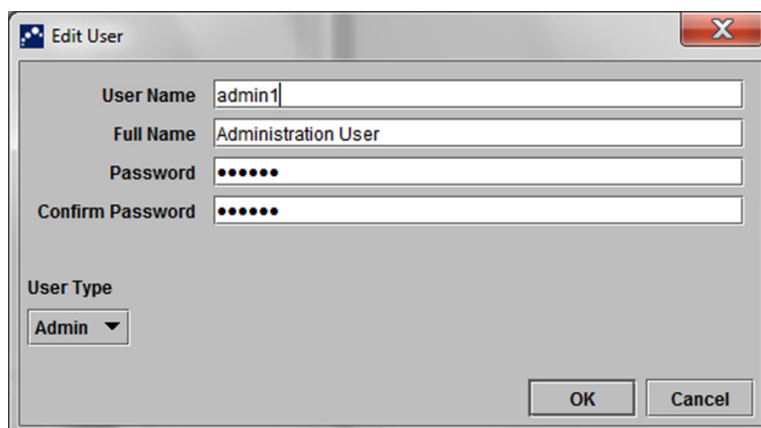

Figura 2-73. Caseta de dialog Editare utilizator
3. Faceți clic pe **Editare (Edit)**. Apare caseta de dialog Editare utilizator (Edit User). Consultați Figura 2-73.